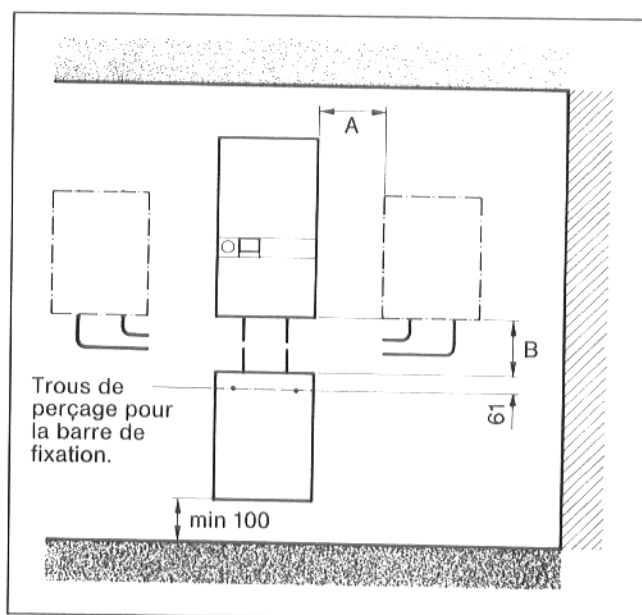

Fig. 2
Respecter les distances aux murs indiquées à la fig. 2. Les distances A et B sont indiquées dans la notice de montage de la tuyauterie de liaison.
- Percer les trous de fixation, y introduire les chevilles et fixer la barre de fixation horizontalement à l'aide de deux vis 6 pans (fig. 2 et 4).